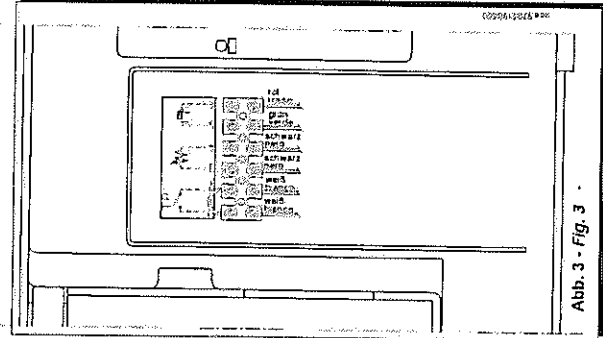

Abb. 3 - Fig. 3
- Auf das Klemmenbrett auf dem Deckel des Bedienelements (Abb. 3) zugreifen, um den Anschluß des Außenfühlers der Fernsteuerung und des Thermostats für Fußbodenanlagen auszuführen.
- Außenfühler (Sonderzubehör), die beiden Kabel des Außenfühlers an die Klemmen 3 und 4 anschließen (Abb. 3).
- Fernsteuerung (Sonderzubehör): Die Kabel der Fernsteuerung an Klemmen 5 u. 6 (Abb. 3) anschließen. Die Klemme 5 muß an die Klemme + der Fernsteuerung angeschlossen werden.
- Thermostat für Fußbodenanlage (im Handel erhältlich): Die Brücke an den Klemmen 1 und 2 (Abb. 3) entfernen und die Thermoskabel anschließen.
- Accedere alla morsettiera delle connessioni, presente sul coperchio del cruscotto comando (fig. 3), per il collegamento della sonda esterna del telecontrollo e del termostato per impianti a pavimento.
- Termostato impianto a pavimento (separabile in commercio): togliere il ponticello dai morsetti 1 e 2 di fig. 3 e collegare i cavi del termostato.